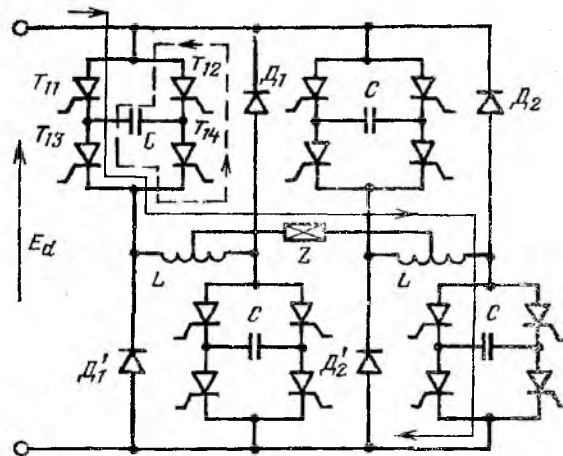

Рис. 24. Однофазный инвертор с разделным выключением тиристоров
30. Однофазный инвертор со схемой, представленной на рис. 24, питает индуктивную нагрузку с незначительным активным сопротивлением. Тиристоры управляются таким образом, что кривая напряжения на нагрузке соответствует кривой, показанной на рис. 25. Вообще же система управления такого инвертора может обеспечивать коммутации в отдельных ветвях в разные интервалы времени, при этом исключается взаимное влияние коммутаций в различных ветвях. Определить параметры цепи коммутации, если $E_d = 10$ В, $L = 1$ мГн, $f = 100$ Гц и $t_{\text{вос}} = 50$ мкс.